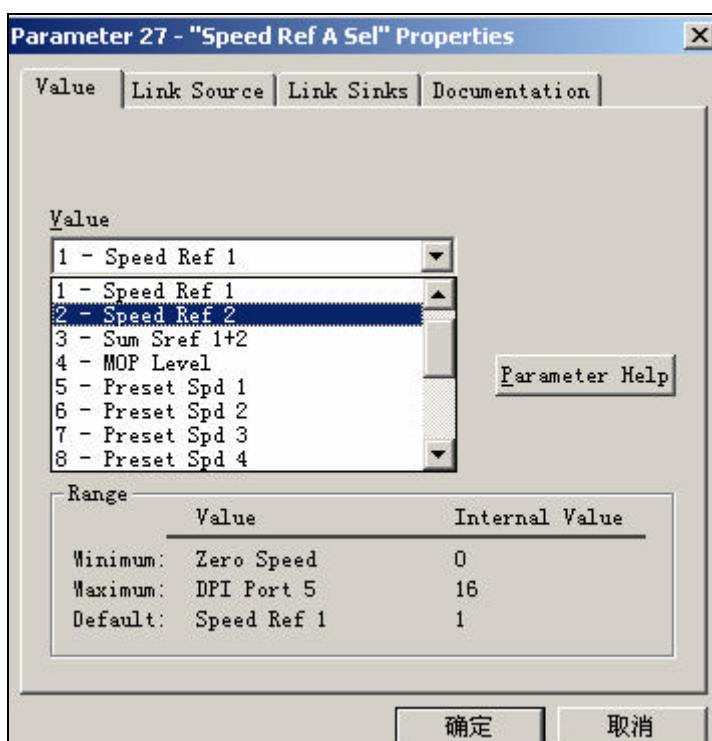

图 6-37 设置速度给定 A
26) 此时已经将 #2 变频器的参数 12[Speed Ref 2] 设置为接收 #1 变频器的手轮编码器的速度反馈，但在 #2 变频器中还要将参数 27[Speed Ref A Sel] 设置为使用参数 12[Speed Ref 2] 的数值，因为参数 27[Speed Ref A Sel] 才是变频器的最终速度给定参数。参数设置方法如图 6-37 所示。